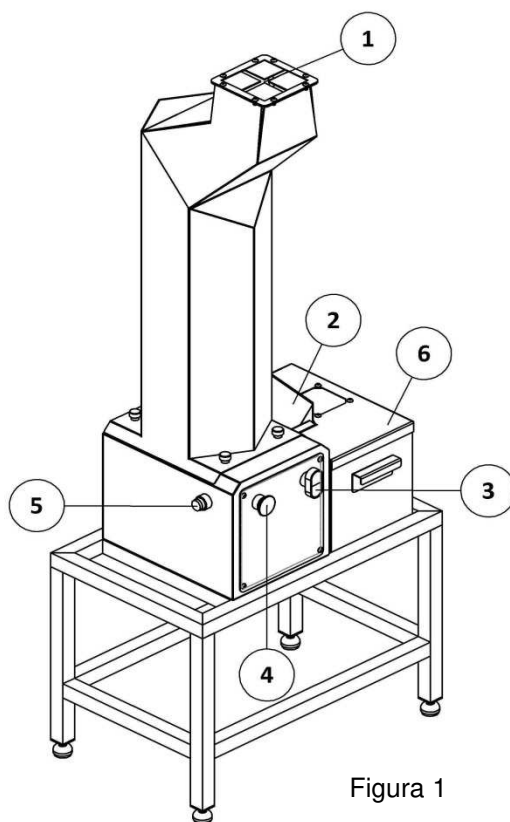

Figura 1
2. Coloque o recipiente (Item 6, figura 1) limpo embaixo do bocal de saída de farinha de rosca;